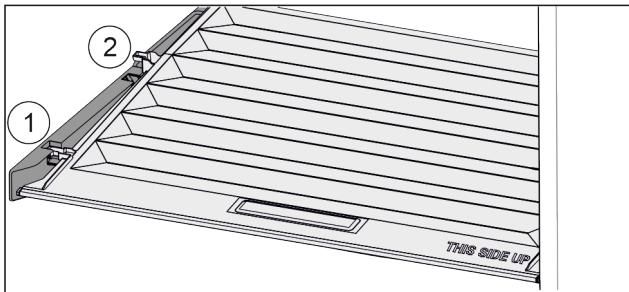

Fig. 117
- Trageți capacul în față Fig. 117 (1) până la orificiul din piesele suportului.
- Ridicați în spate de jos și scoateți Fig. 117 (2) în sus.